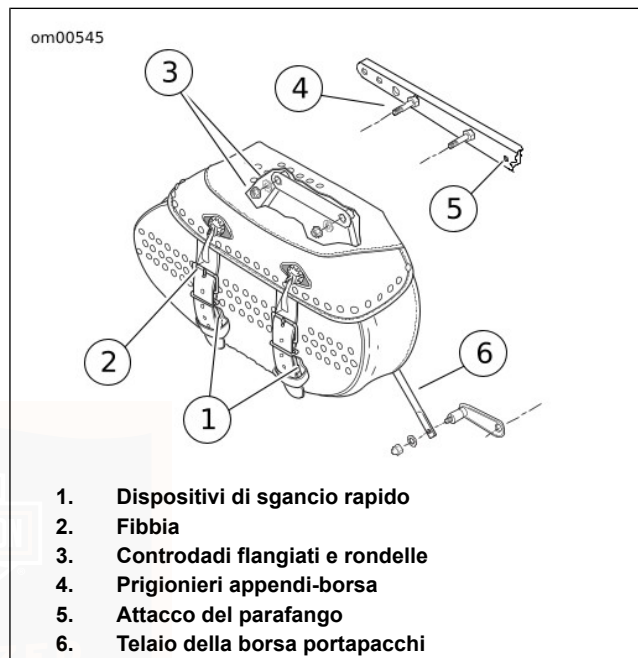

Figura 15. Gruppo borse portapacchi: Viene mostrato il modello FLSTC
1. Vedere Figura 15. Sfibbiare le cinghie delle borse portapacchi.
1. Vedere Figura 15. Posizionare la borsa portapacchi in corrispondenza dei fori di montaggio sull'attacco del parafango.